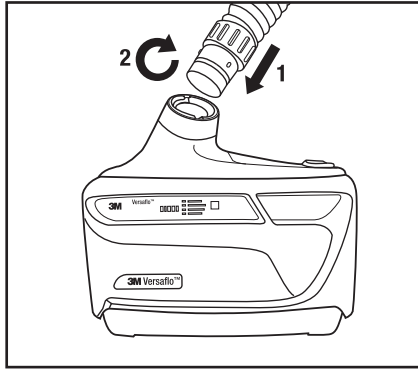

Fig. 10 – Instalación del tubo de respiración
1. Introduzca el extremo del tubo de respiración con la conexión tipo bayoneta (dos puntas pequeñas) en las ranuras paralelas en la salida de aire del motor/ventilador (Fig. 10).